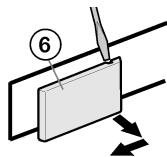

Fig. 6
- ▶ Suelte la cubierta en el lado del tirador Fig. 6 (6) con la ayuda de un destornillador y retírela hacia fuera.